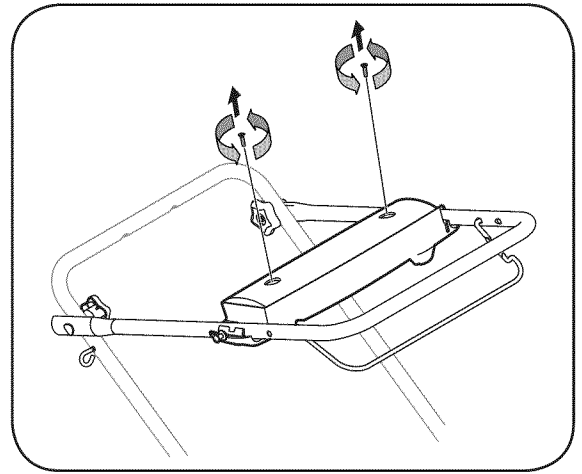

Figura 5-3: Doble la manija superior y quite los dos tornillos de la parte de atrás del alojamiento.
1. Abra la cubierta de la batería como se describe en **Reemplazo de Batería**, ver Figura 5-3.